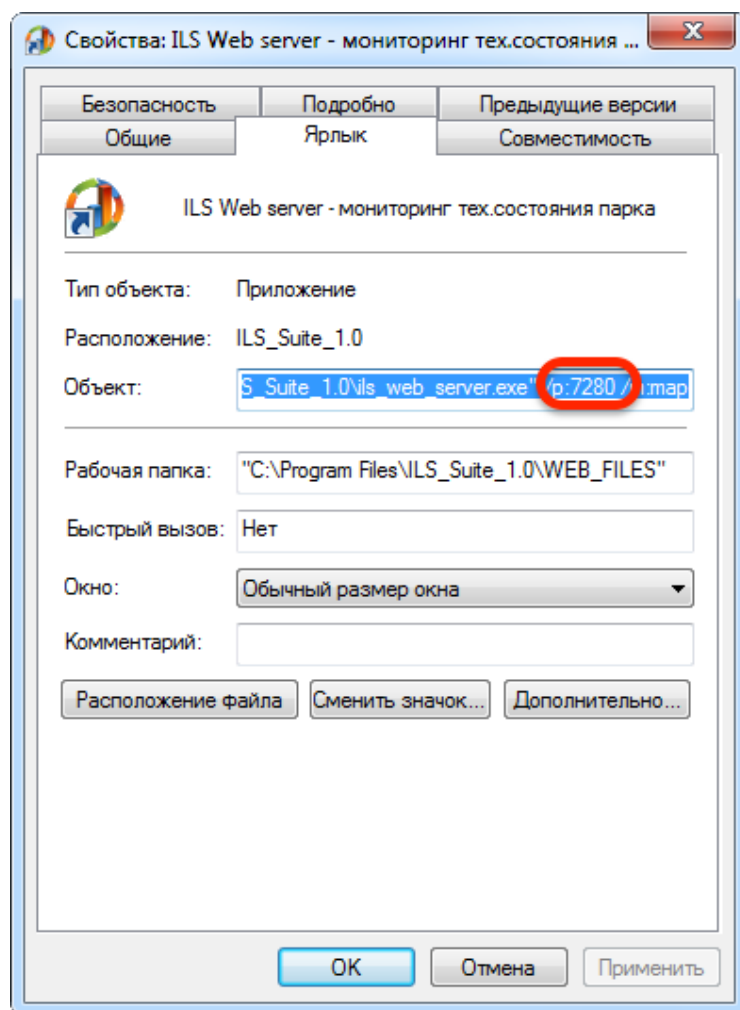

Рис. 4-10 – Настройка номера порта по умолчанию
2) В открывшемся окне указать свободный порт (рис. 4-10) и нажать кнопку «ОК», чтобы закрыть окно.